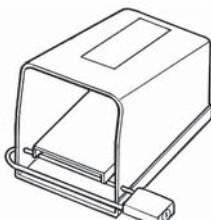

Рисунок 1 – Заблокированный педальный выключатель
- Заблокируйте педальный выключатель, если станок не используется (рисунок 1).** Это позволяет избежать случайного запуска.